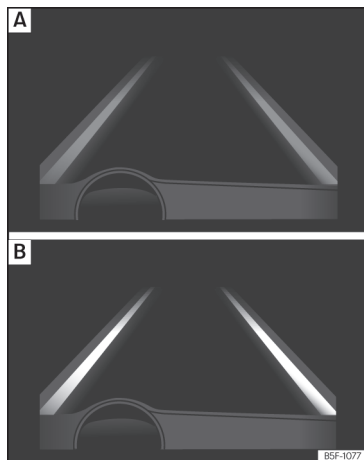

Fig. 260 Sur l'écran du combiné d'instruments : indication sur l'écran de l'assistant de maintien de voie (exemple 1).
- **fig. 260 A** : L'assistant est activé, mais indisponible car la vitesse minimale n'a pas été atteinte ou car il ne reconnaît pas les lignes des voies.
- **fig. 260 B** : L'assistant est activé et disponible, il reconnaît les deux lignes de la voie. Il n'est pas en train de corriger la trajectoire.